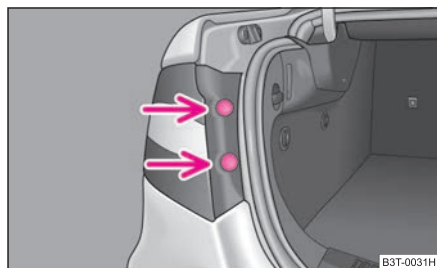

Fig. 222 Desmontaje de la parte exterior de la unidad de luces posteriores
- Retire los tapones ⇒ fig. 222 y destornille con una llave Torx la unidad de luces posteriores ¹⁸⁾.
- Atornille firmemente la unidad de luces posteriores y métala en los tapones ⇒ fig. 222.